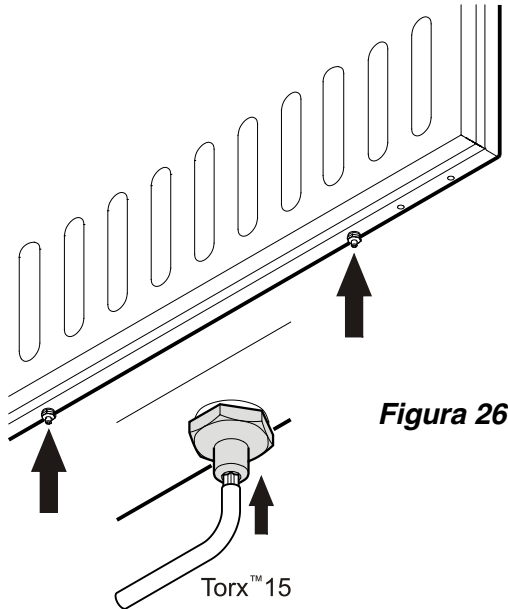

Figura 26
1. Gire los pernos de regulación en la parte inferior de la puerta del frigorífico lo máximo posible (**Figura 26**).